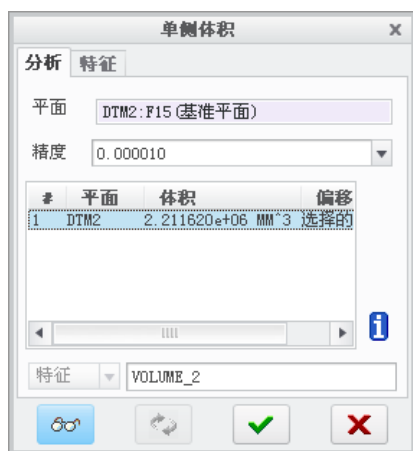
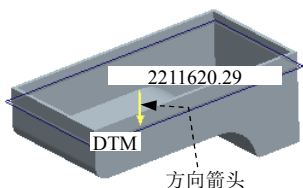

图 15.2.24 “单侧体积”对话框（二）
图 15.2.25 定义方向
(1) 将插入符号拖回至“壳 1”特征后面。
(2) 单击 **分析** 功能选项卡 **测量** 区域中的“体积”按钮 。
(3) 在图 15.2.24 所示的“单侧体积”对话框中, 进行如下操作:
① 输入分析特征的名称。在 **分析** 选项卡的“创建临时分析”下拉列表中选择 **特征** 选项,
② 定义分析特征。选取图中的基准平面 DTM2。设置图 15.2.25 所示的方向为正方向（可单击方向箭头进行切换），此时系统在图 15.2.24 所示的结果区域显示分析结果。
③ 单击 **特征** 选项卡，在 **重新生成** 选项列表中选择“始终”；在“参数”区域中将参数 ONE_SIDED_VOL 的创建栏选中。